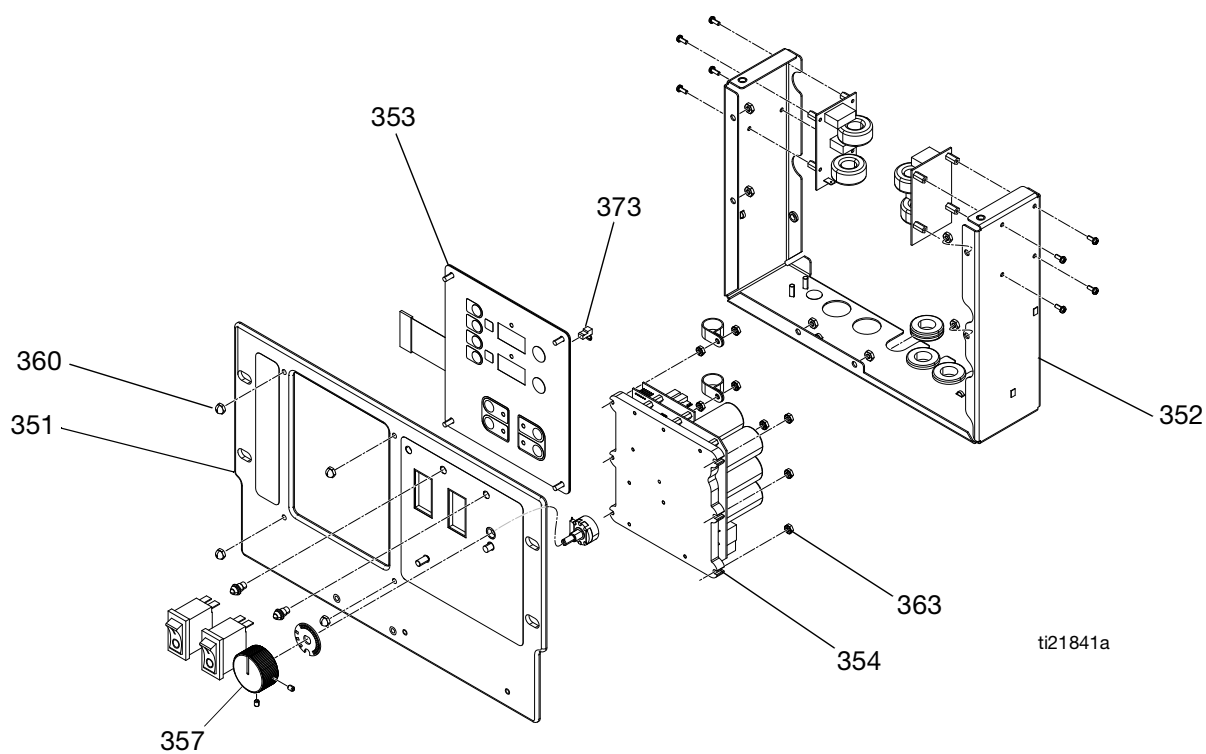

FIG. 10 Kontrollpanel
2. Ta bort skruvar (21) och displaykåpa (26).
4. Koppla bort huvuddisplaykabeln (81) från det övre högra hörnet av temperaturdisplayen (353). Se FIG. 10 på sidan 43.
5. Ta bort startkabeln (373) från baksidan av displayen (353). Lägga åt sidan och installera startkabeln på den nya displayen.
6. Koppla bort bandkablarna (RC) från skärmens baksida; se FIG. 10, sidan 43.
7. Ta bort muttrarna (360) från plattan (351).
8. Demontera skärmen (353), se information i FIG. 10, sidan 43.
9. Återmontera i omvänd ordning, se FIG. 10, sidan 43. Applicera medelstark gängtätning enligt bild.
2. Ta bort bildskärmskåpan (26) på vagnens baksida för att exponera styrkortet (354).
3. Koppla bort alla kablar och anslutningar från bordet (354). Se tabell 8, sidan 45.
4. Ta bort de sex muttrarna (363) och ta bort bordet från kontrollbordet (354). Se FIG. 10 på sidan 43.